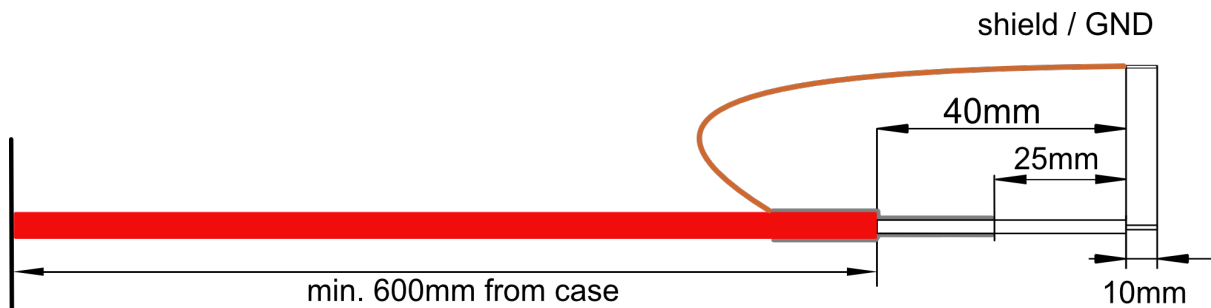

Abbildung 9: Standard Hochspannungskabel
Anmerkungen: 1) – Die Spezifikationen für Stabilität, Restwelligkeit und Rauschen werden im Bereich $2\% \cdot V_{nom} < V_{out} \leq V_{nom}$ garantiert 2) – das Hochspannungskabel hat standardmäßig eine Länge von 600mm, siehe Abbildung 9: Standard Hochspannungskabel
1) – das Hochspannungskabel hat Standardmäßig eine Länge von 600mm, see Abbildung 9: Standard Hochspannungskabel